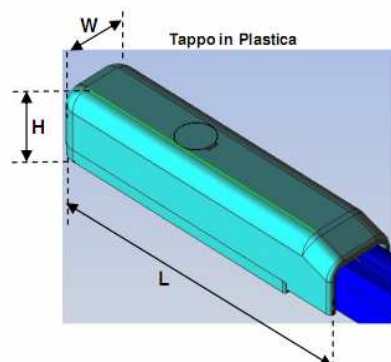

Fig. 1
- Dimensioni tappo 100X24X20 mm (LxWxH) (fig.1)